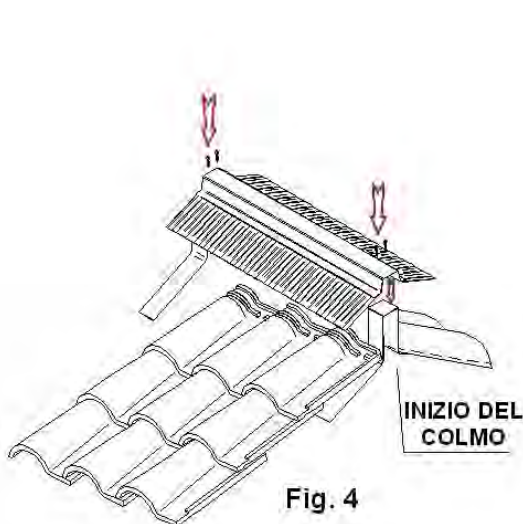
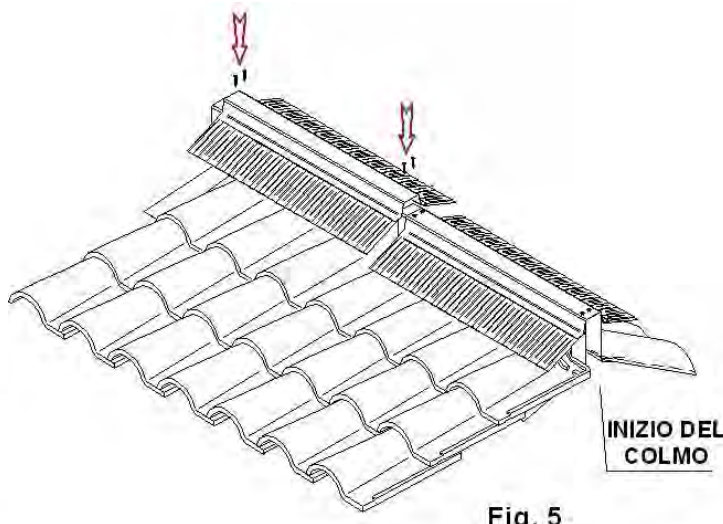

Fig. 4
Fig. 5
- 4- Appoggiare il 1° COLMOWINGS sopra i primi due supporti, e fissarlo con le viti (consigliato 2 viti all'inizio e due viti alla fine) (**fig.4**). Accostare alla fine del primo COLMOWINGS un secondo, in modo che su una staffa appoggino entrambi (**fig.5**). Proseguire fino a fine colmo